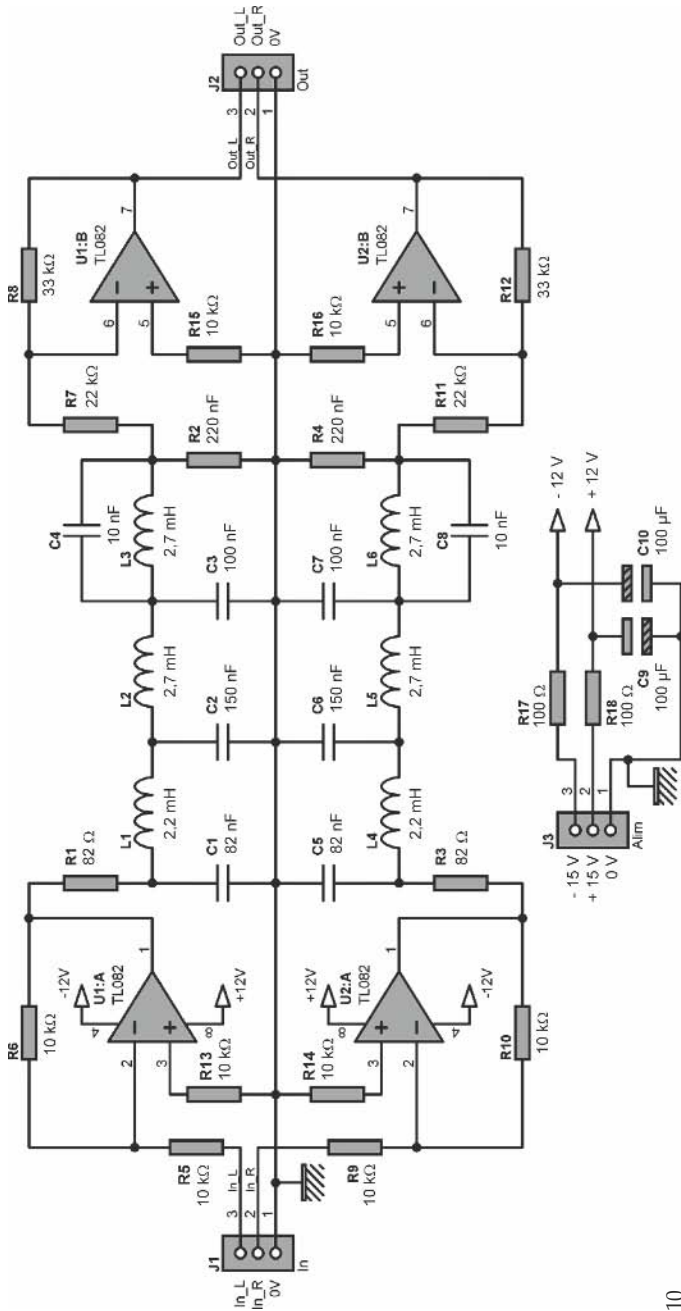

Figure 2.10
**Tentatoo** – Dans le schéma précédent, je n’ai pas représenté les circuits d’adaptation d’impédance situés en entrée et en sortie du filtre, pour nous permettre de nous concentrer sur la section assurant vraiment la fonction de filtrage. Le schéma complet, traitant les deux voies gauche et droite, est représenté en **figure 2.10** (page suivante), afin que vous puissiez voir comment un tel filtre peut être utilisé en pratique.